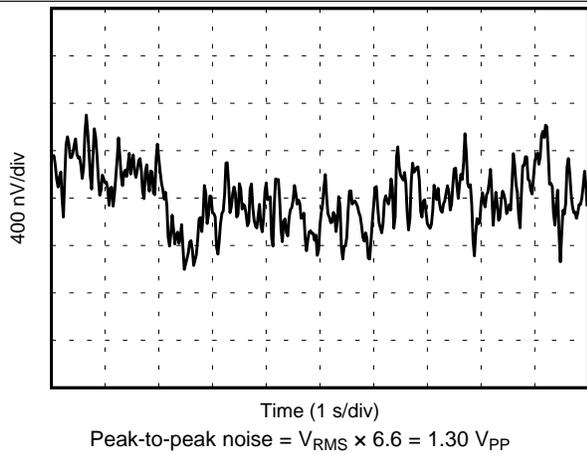

Figure 19. 0.1-Hz to 10-Hz Noise
0.1-Hz to 10-Hz Noise	<a href="#">Figure 19</a>